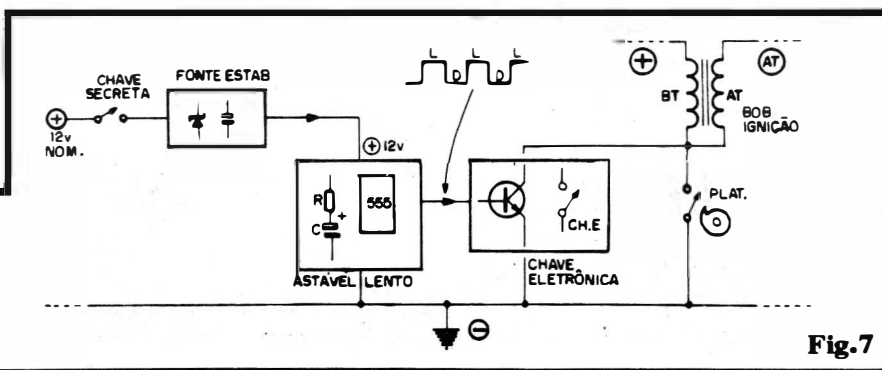

Fig. 7
- FIG. 7 - O CIRCUITO - COMO FUNCIONA - Conforme vimos lá no começo da presente Revista/"Aula", o Integrado 555 foi
“inventado” justamente para promover, de maneira fácil e direta, ~~temporizações~~ de precisão, determinadas de maneira muito simples pelos valores de Resistores e Capacitores acoplados... Também sabemos (revejam a “Aula” nº 8) que uma oscilação nada mais é do que uma temporização cíclica, na qual a Constante de Tempo atua tanto no ciclo de “carga” quanto no de “descarga”, a partir de um elo de realimentação simples. Pois bem... No circuito do PIV, o 555 trabalha não como MONOESTÁVEL (temporizador) mas como ASTÁVEL (oscilador), justamente com o artifício de promover a tal realimentação, com o auxílio dos componentes responsáveis pela Constante de Tempo (Resistor R e Capacitor C, no bloco do Astável Lento - fig. 7). Por quê astável “lento”? Devido aos valores elevados do Resistor e Capacitor, o ritmo das Temporizações de carga e descarga demora vários segundos para se completar, ficando a Saída do sistema (pino 3 do 555) cerca de 10 segundos “alto” e cerca de 10 segundos “baixo” (respectivamente próximo dos 12V e do “zero” volt), repetida e indefinidamente, enquanto a alimentação estiver aplicada! Na próxima “Aula” (ABC nº 18) estudaremos com mais detalhes, justamente as aplicações do 555 como ASTÁVEL (aguardem...). Vimos que o 555 precisa de uma Tensão de alimentação entre 5 e 15V... Como o sistema elétrico dos veículos opera, nominalmente, em 12V, temos uma condição ideal de alimentação direta. Porém num carro, devido às características próprias do sistema de carga da bateria, podem ocorrer “picos” momentâneos (transientes) ou mesmo condições semi-permanentes, de Tensão mais elevada (chegando, às vezes, até a 17 ou 18V). Para que tais “picos” não possam arruinar o 555, um conjunto protetor, formado pelo resistor de
150R, diodo zener de 12V e capacitor eletrolítico de 100u (ver esquema, na fig. 1) se encarrega de normalizar a alimentação, apresentado ao 555 sempre os esperados e desejados 12V. Ainda por um momento - nos referindo ao esquema (fig. 1), observem que o monitor do circuito, LED MCL5151P, é alimentado pela Tensão não regulada, proveniente diretamente da linha positiva do sistema elétrico do veículo, sob a proteção única do resistor/limitador de 470R... Retornando ao 555, vimos que seu sinal de saída alterna estados altos (12V) e baixos (zero volt), à razão aproximada de 10 segundos em cada fase. Esses sinais são usados diretamente (com a intermediação do resistor de 100R) para a excitação do terminal de base de um transistor de boa Potência (TIP41C), cujo circuito coletor/emissor determina o chaveamento final que bota (ou não...) em “curto” o platinado do carro... Assim, quando a saída do 555 estiver “baixa” ou desligada (D), o TIP41C estará cortado, não influenciando no funcionamento normal do platinado... Já quando o pino 3 do 555 “subir”, indo a praticamente 12V positivos, o TIP41C ficará totalmente saturado (condução plena entre coletor/emissor), curto-circuitando o platinado, condição que não permite o funcionamento do sistema de ignição do veículo! Essa alternância de estados e condições se repete, sempre com 10 segundos de “autorização” seguidos de 10 segundos de “proibição”, indefinidamente, gerando a intermitência básica do PIV, no controle do motor do veículo. Enfim: tudo se passa como se tivéssemos em paralelo com o platinado, um interruptor (CH.E, na fig. 7), e